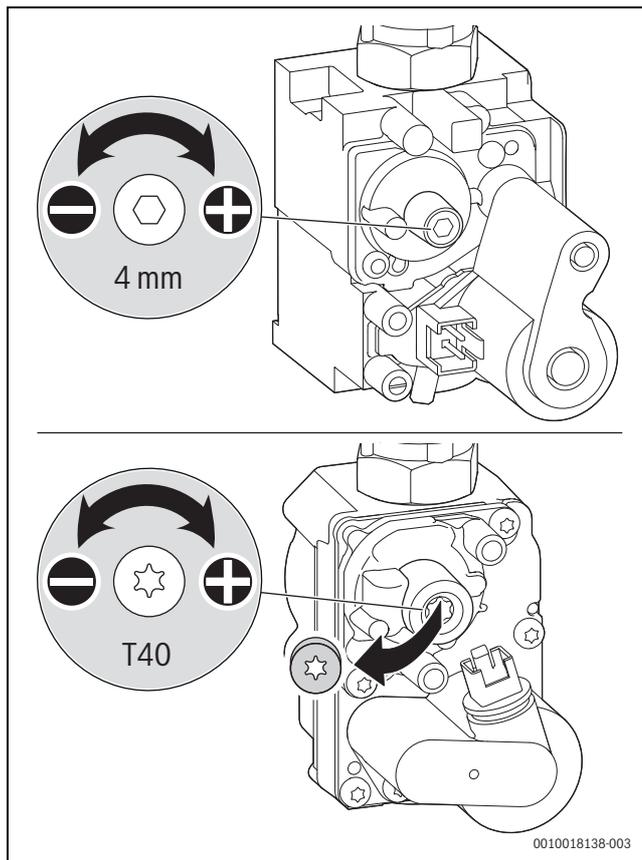

Fig. 36 Ajustar la concentración de CO₂ o de O₂
- ▶ Retirar el precinto en el tornillo de ajuste de la válvula de gas (sólo válvula de gas abajo en fig. 36) y ajustar la concentración de CO₂ o de O₂ para una mínima potencia térmica nominal.